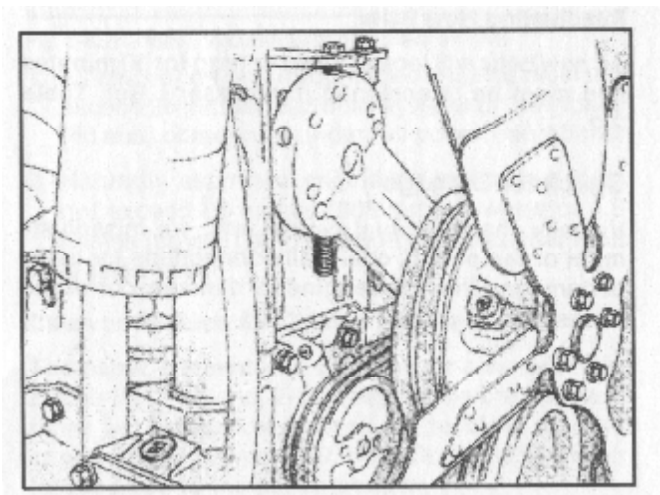

Рис. 2-6 (ОМ10161) Установка ступицы вентилятора NTC-350 FFC
5. Затяните стопорную гайку двигателя NH/NT с усилием 542-610 Н.м; затем отверните на пол-оборота. Затяните 4 полудюймовых винта. Рис. 2-6, двигатели NTC-350FFC - 101 - 115 Н.м.